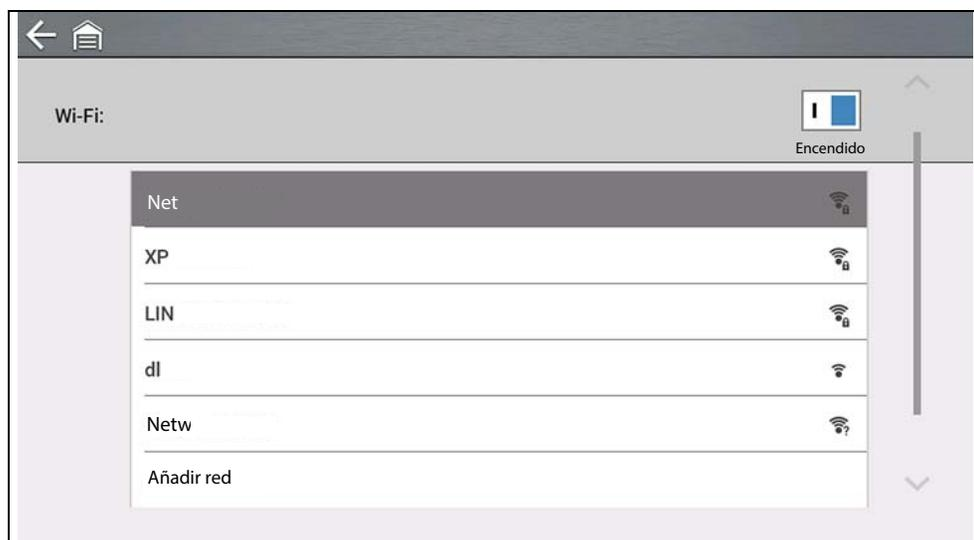

Figura 10-2
2. Para conectarse, seleccione su red entre las redes disponibles (Figura 10-2).